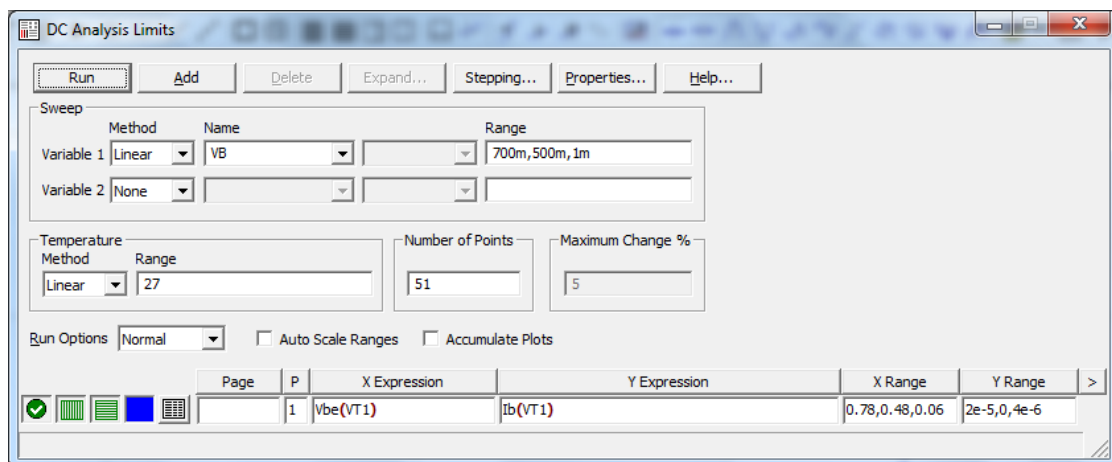

Рис. 2.2. Задание на расчёт входной характеристики БТ
**Измерение входной характеристики биполярного транзистора.** Для построения графика входной характеристики необходимо варьировать величину напряжения между базой и эмиттером, задаваемого источником VB. Для этого в верхней части окна **DC Analysis Limits** (рис. 2.2), в котором задаются параметры моделирования, следует указать: